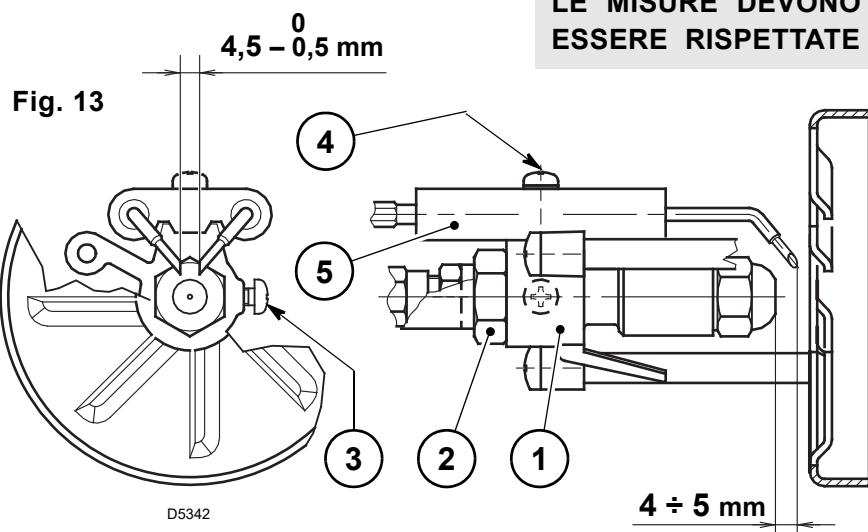

Fig. 13
- Aggiornare il bruciatore alla flangia (1), togliere il boccaglio (2) dopo aver allentato le viti (3).
- Sfilare i cavi (4) dagli elettrodi, estrarre dal gruppo portaugello il gruppo supporto elica (5) dopo aver allentato la vite (3, Fig. 13, Pag. 7).
- **Avvitare l'ugello (6) correttamente stringendolo come mostrato in figura.**
- Nella versione testa lunga la chiave di presa (7) deve bloccare la parte di prolunga che porta l'ugello.
- Estrarre il gruppo portaugello (1) dopo aver allentato le viti (2), svitato il dado (3), sfilato i cavetti (4) dall'apparecchiatura ed il sensore fiamma (5).
- Sfilare i cavetti (4) dagli elettrodi, estrarre dal gruppo portaugello (1) il gruppo supporto elica (8) dopo aver allentato la vite (3, Fig. 13).
- **Avvitare l'ugello (9) correttamente stringendolo come mostrato in figura.**
- **Nella versione testa lunga la chiave di presa (10) deve bloccare la parte di prolunga che porta l'ugello.**